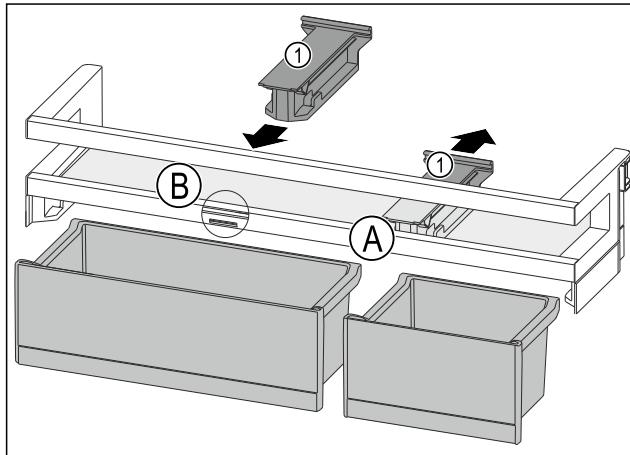

Fig. 94
- ▶ Retirer la pièce de retenue Fig. 94 (1) en position Fig. 94 (A) vers l'arrière.
- ▶ Mettre la pièce de retenue Fig. 94 (1) en position Fig. 94 (B).